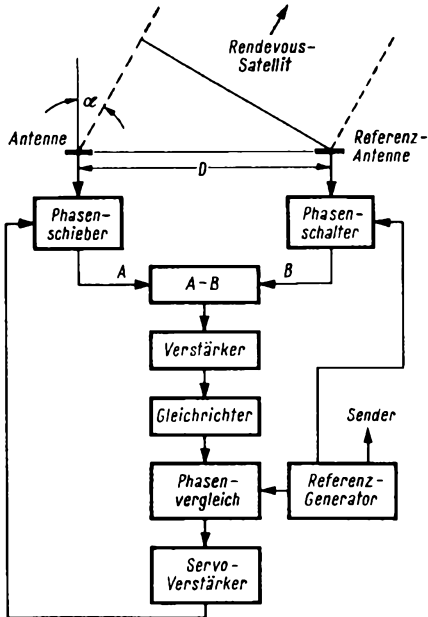

Bild 5. Blockschaltbild der Winkelmessanordnung
Wenn die Entfernungsmessung und die Nachstimmung (AFC) des Oberlagerungoszillators durchgeführt sind, beginnen die Winkelbestimmungen. Die Grundlage der Winkelmessungen bildet das Interferometerprinzip (Bild 5), d. h. es wird jeweils die Differenz des Abstandes des Rendezvous-Satelliten von der Referenzantenne (Bild 1) und einer der beiden anderen Empfangsantennen gemessen. Diese Entfernungsdifferenz bietet sich dar in Form einer Phasendifferenz der Signale beider Antennen.
Eine weitere interessante Lösung stellt die Form der Phasemessung (φ_r) dar. Die Genauigkeit der Messung hängt weitgehend vom Auflösungsvermögen des in Kanal A (Bild 5) eingezeichneten Phasenschiebers ab. Mit seiner Hilfe wird ein Phasennullabgleich vorgenommen. Daneben ist aber, wie aus Gleichung (2) hervorgeht, das Verhältnis Winkel- zu Phasen-Meßfehler umgekehrt